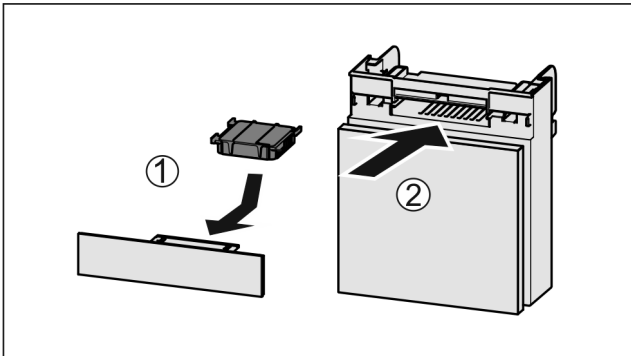

Fig. 138
- ▶ Vložte aktívny uhlíkový filter podľa obrázka Fig. 138 (1).
- ▶ Zasuňte zásuvku Fig. 138 (2).